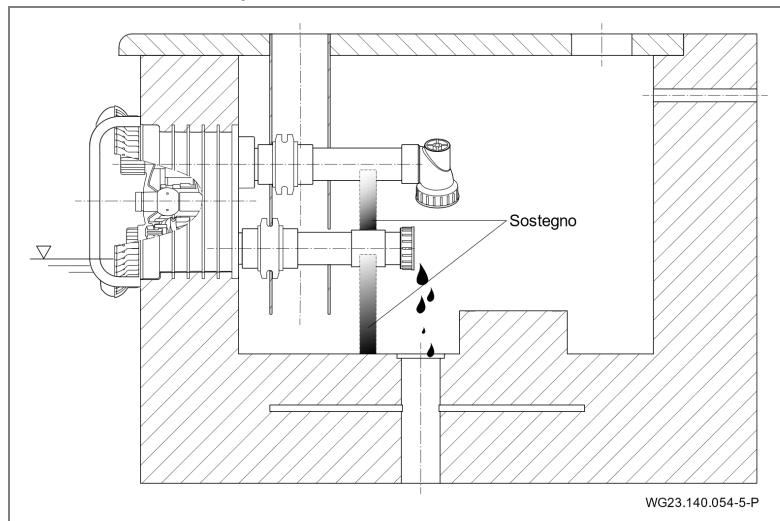

Fig. 28
3. Scaricare il tubo die aspirazione e die mandata poggiando su un sostegno. Vedere "Fig. 28".